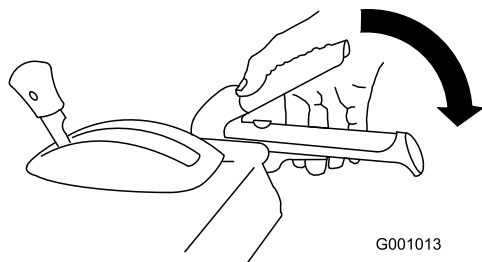

Figura 15
3. Para activar el cepillo, apriete lentamente la palanca derecha del cepillo hacia la empuñadura (Figura 15).